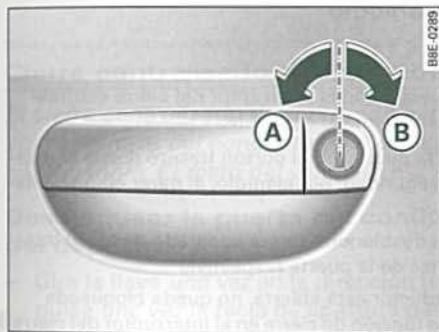

Fig. 47 Movimientos de la llave para abrir y cerrar
- Gire la llave hacia la izquierda en la cerradura de la puerta del conductor hasta alcanzar la posición de apertura **(A)** ⇒ fig. 47.
- Gire la llave hacia la derecha en la cerradura de la puerta del conductor hasta alcanzar la posición de cierre **(B)** ⇒ fig. 47 ⇒ ⚠.
Para ello, gire la llave en la cerradura de la puerta del conductor **dos veces** sucesivamente hasta alcanzar la posición de cierre **(B)** ⇒ fig. 47.